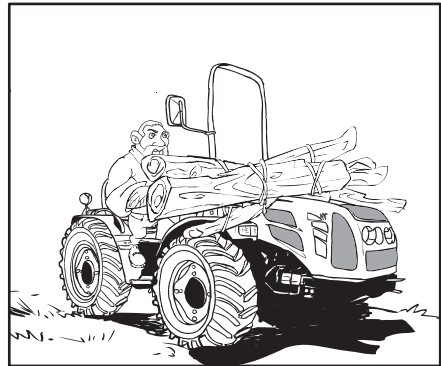

Abb. 2.14
- Frontanbaugeräte oder Anhänger nicht überlasten. Immer geeignete Gegengewichte zum Aufrechterhalten der Stabilität des Traktors verwenden (Abb. 2.14).